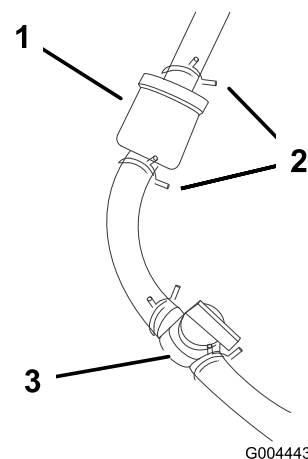

Figure 42
4. Fermez le robinet d'arrivée de carburant (Figure 42).
5. Pincez les extrémités des colliers et faites glisser ceux-ci pour les éloigner du filtre (Figure 42).
7. Montez un filtre neuf et rapprochez les colliers du collier pour fixer le flexible d'alimentation (Figure 42).